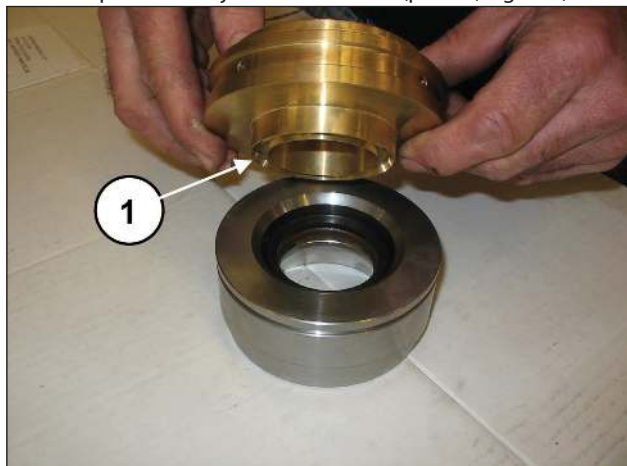

Fig. 138
Unir el soporte de las juntas a la camisa (pos. ①, Fig. 138).